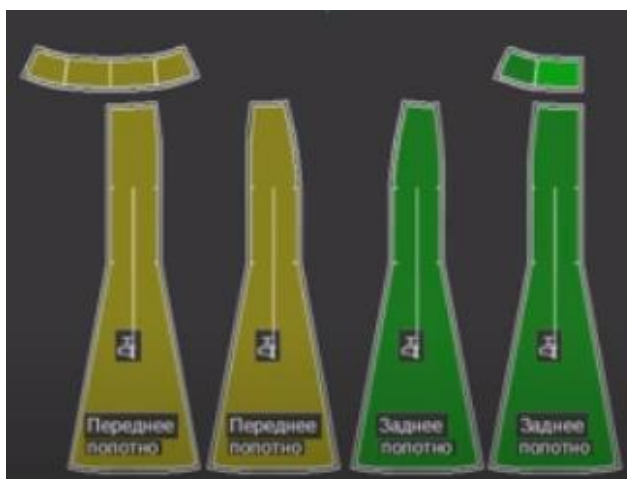

Рис. 3.1. Комплект лекал- эталонов.
- 4 этап. На каждом лекале указать линию долевого направления ткани, линии допустимых отклонений от ДН.(рис. 3.1)